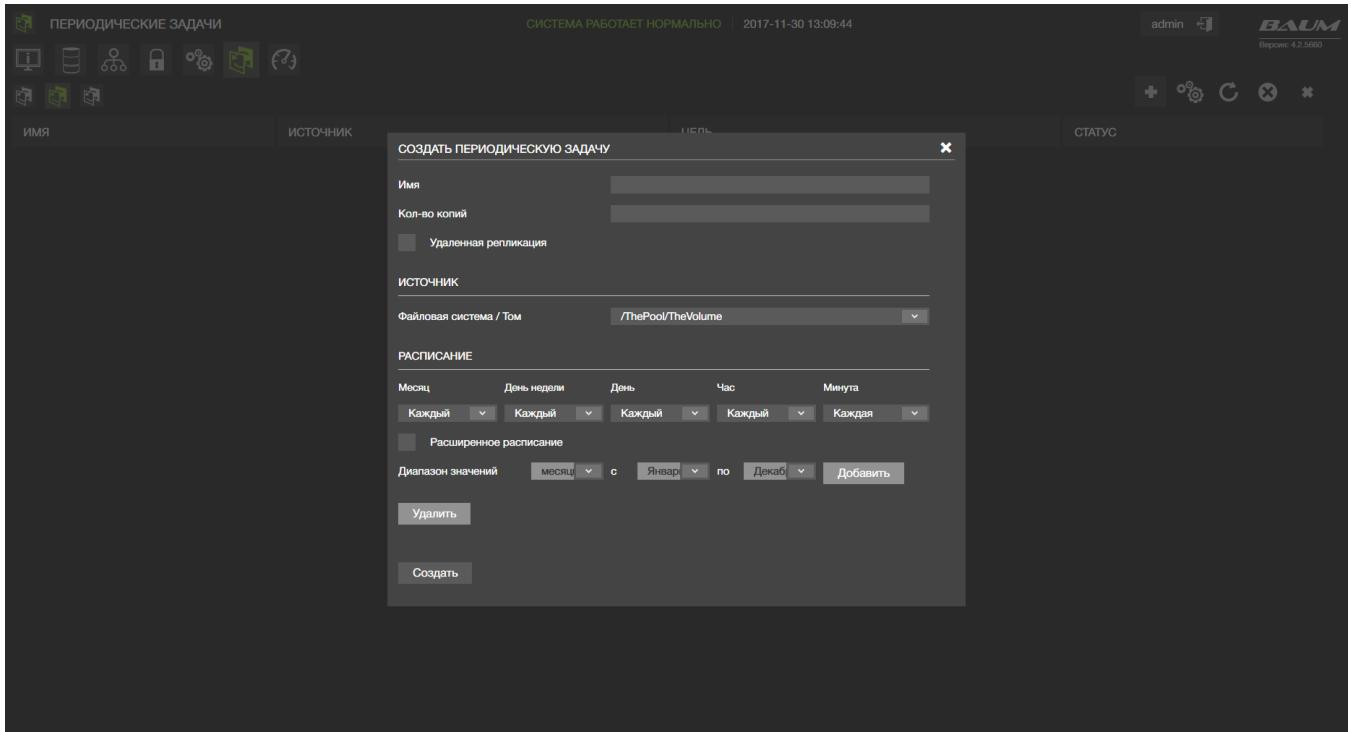

Рисунок 86 – Расписание периодической задачи
2) Нажать на кнопку «Создать новую задачу» (см. Рисунок 86)